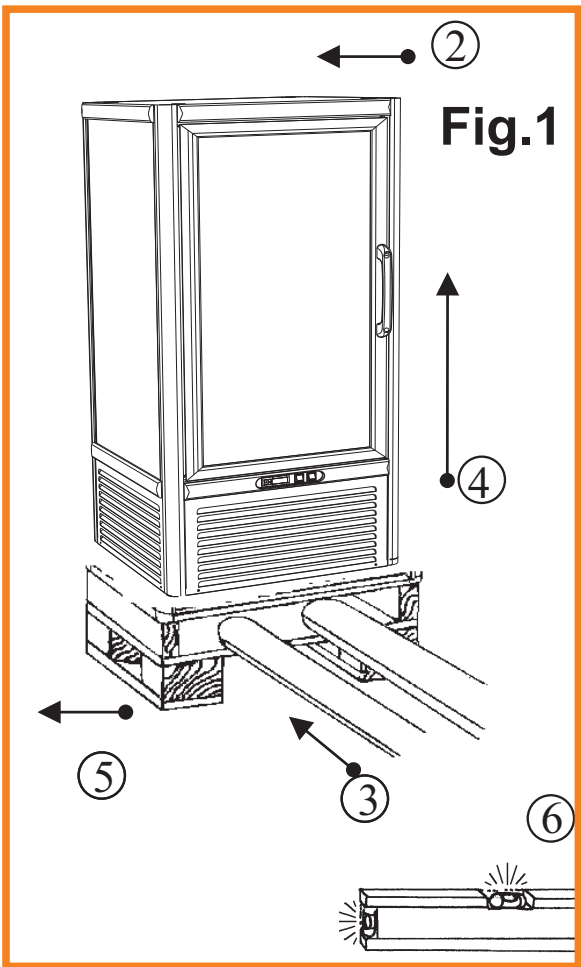

Fig.1
4. Eliminare il pallet o cassa. **5.** Posare l'apparecchiatura su un piano livellato orizzontale. **6.** Fare attenzione a non lasciare niente nell'imballo prima di buttarlo. **7.** Separare i materiali dell'imballaggio secondo la composizione in modo da facilitarne lo smaltimento (vedi Fig.1)